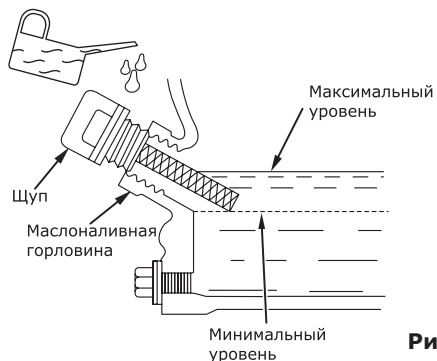

Рис. 8
- Залейте масло до нужного уровня по меткам на щупе или краю маслозаливной горловины (рис. 8).